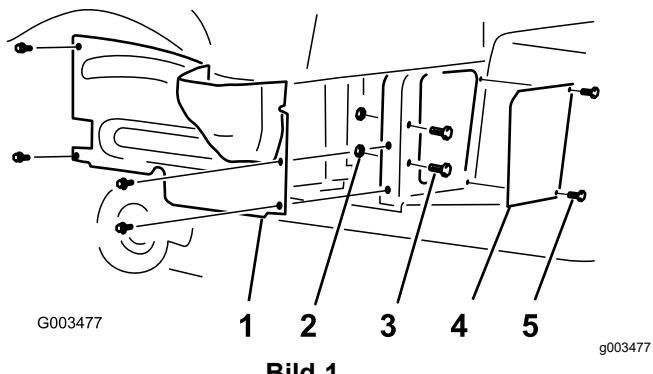

Bild 1
- Nehmen Sie die vier Bundbolzen ab, mit denen die rechte Radabdeckung am Rahmen befestigt ist (**Bild 1**).
- Schraube und Scheibe (2)
- Nehmen Sie die beiden Schrauben, zwei Bolzen, zwei Scheiben und zwei Muttern ab, mit denen die Gitterplatte am Rahmen befestigt ist (**Bild 1**). Bewahren Sie die Unterlegscheiben für den späteren Einbau auf.